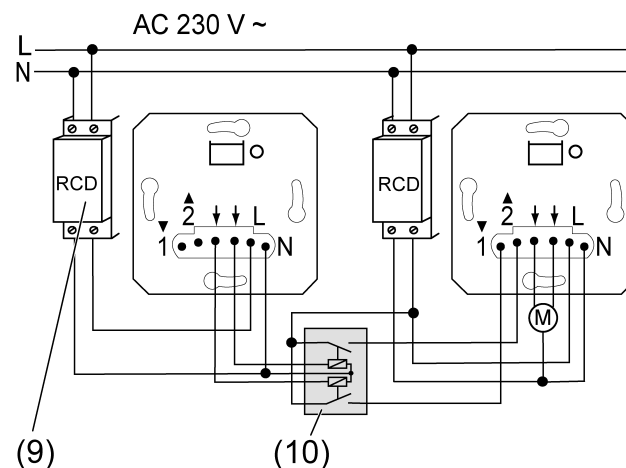

Bild 5: Anschlussbeispiel zwei RCD-Kreise
- Die Geräte nach Anschlussbeispiel anschließen (Bild 5).